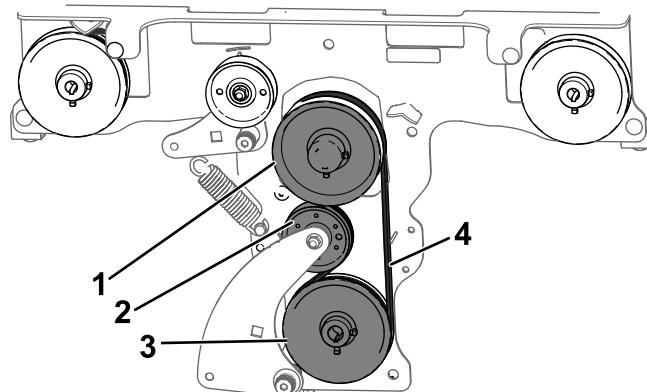

Figura 46
7. Instale una nueva correa de transmisión auxiliar alrededor de la polea de la bomba, luego la polea tensora, y luego la polea del motor. Consulte Figura 46.